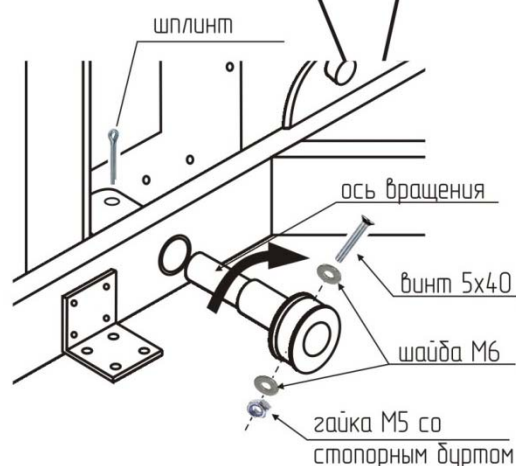

рис. 7
10. Вставить втулку в отверстия с наружной стороны ортопедического основания кровати. С внутренней стороны ортопедического основания вставить ось вращения так, чтобы отверстия на втулке механизма вращения и на оси вращения совпали, как показано на рисунке (рис.7). Зашплицевать ролик с осью вращения винтом M5x40 с двух сторон шайбы M6, накрутить гайку M5 со стопорным буртом.